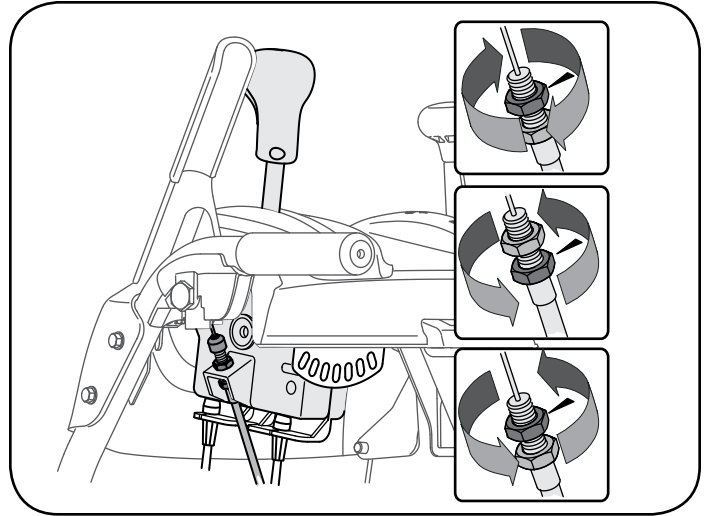

Figura 25
2. Ajuste por igual en ambos lados trabajando en ambos cables. Vea la figura 25